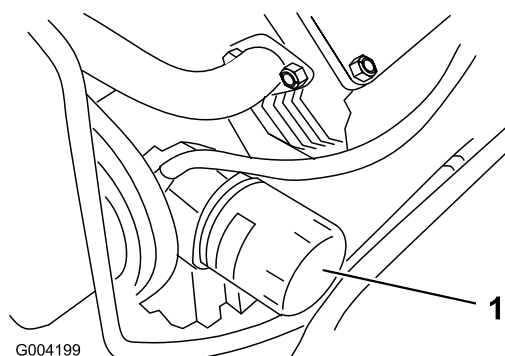

Figura 30
3. Retire el filtro usado (Figura 30) y limpie con un paño la superficie de la junta del adaptador del filtro.